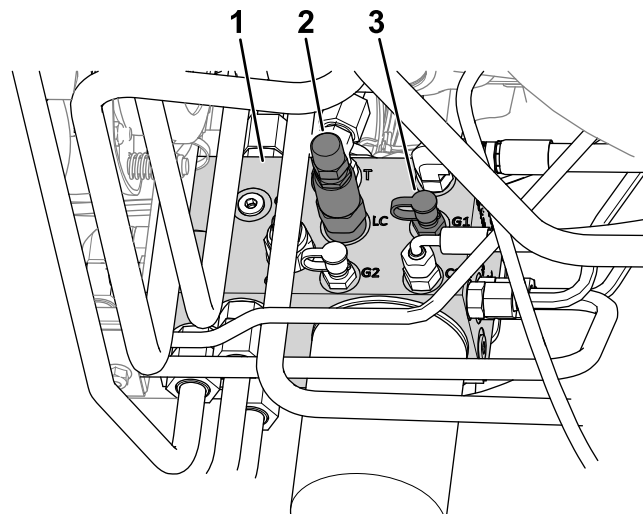

Figura 21
- Collegate un manometro al foro diagnostico (con l'etichetta G1; fate riferimento a Figura 21).
- Cursore di trasferimento del peso (LC)
- Sul lato del collettore di sollevamento, rimuovete il cappuccio dal foro diagnostico (con l'etichetta G1; fate riferimento a Figura 21).
- Allentate il controdado all'estremità del cursore di trasferimento peso (con l'etichetta LC; fate riferimento a Figura 21).